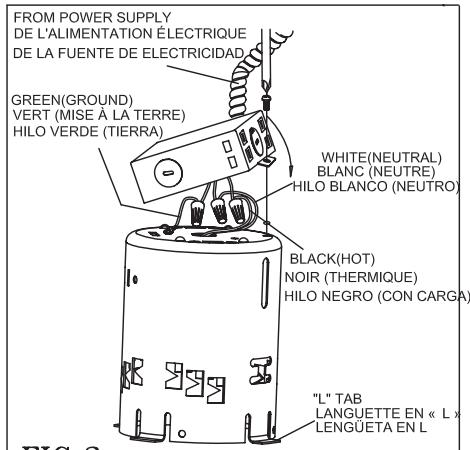

FIG.3
3. Jale las 18 pulg. (45,8 cm) adicionales de cableado eléctrico por el orificio hacia la habitación y haga las conexiones eléctricas a la caja (Fig. 3).
- b) Las barras para colgar pueden extenderse a cada lado de la caja hacia las vigas y, con un martillo, fijelas en posición al nivel del techo (Fig. 7A). Vaya a la sección sobre Conexiones Eléctricas (Fig. 3).
1. Retire el tornillo de unión del empalme para separarlo de la caja. Pase el cableado de la fuente de abastecimiento eléctrico por el orificio del empalme. (Fig. 3)